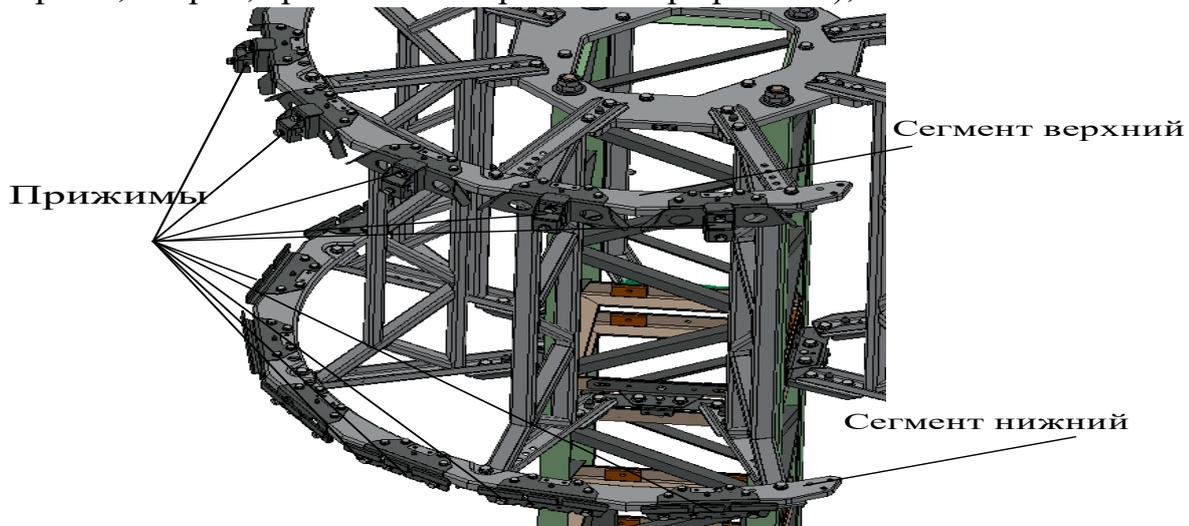

Рис. 8.11. Крепление верхних и нижних сегментов
- с кронштейнов верхних и нижних сегментов демонтируются прижимы, расположенные на вертикальных поверхностях (рис. 8.11) (работу проводят первый, второй, третий и четвертый номера расчета);